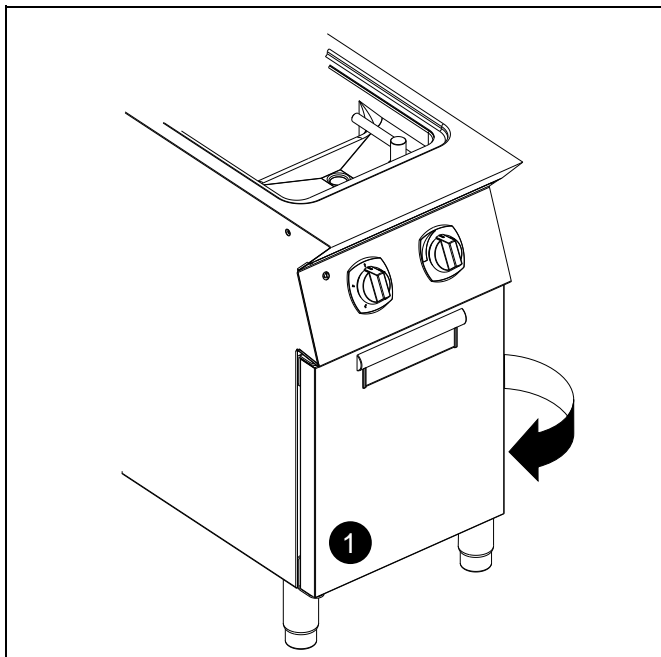

Abb. 5
1. Für den Zugriff auf die Klemmenleiste die Modultür öffnen (siehe Detailzeichnung 1 – Abb. 5).